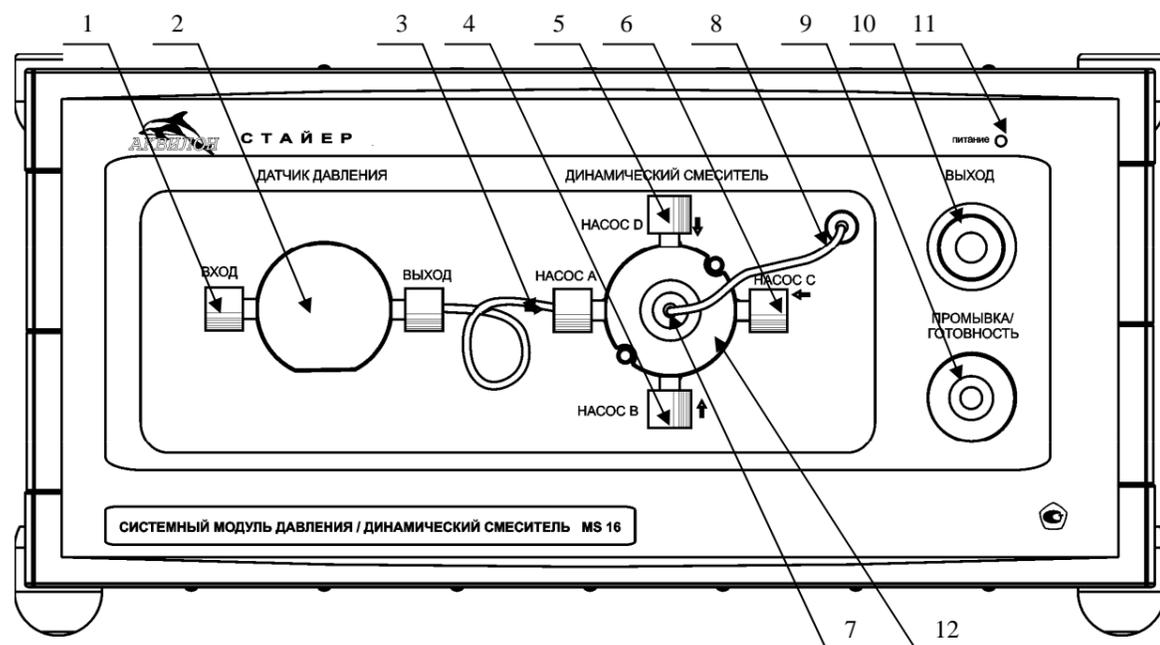

Рис. 1. Передняя панель смесителя MS 16.
На рис. 1 показана передняя панель смесителя MS16.
4.2. Один из капилляров засорен	4.2.1. Плохо совместимые растворы для получения подвижной фазы 4.2.1.1. Промыть обратным потоком дистиллированной воды или другого совместимого растворителя 4.2.1.2. Обрезать кончик капилляра на выходном фитинге камеры смесителя и собрать соединение снова (рис. 1 поз. 7)